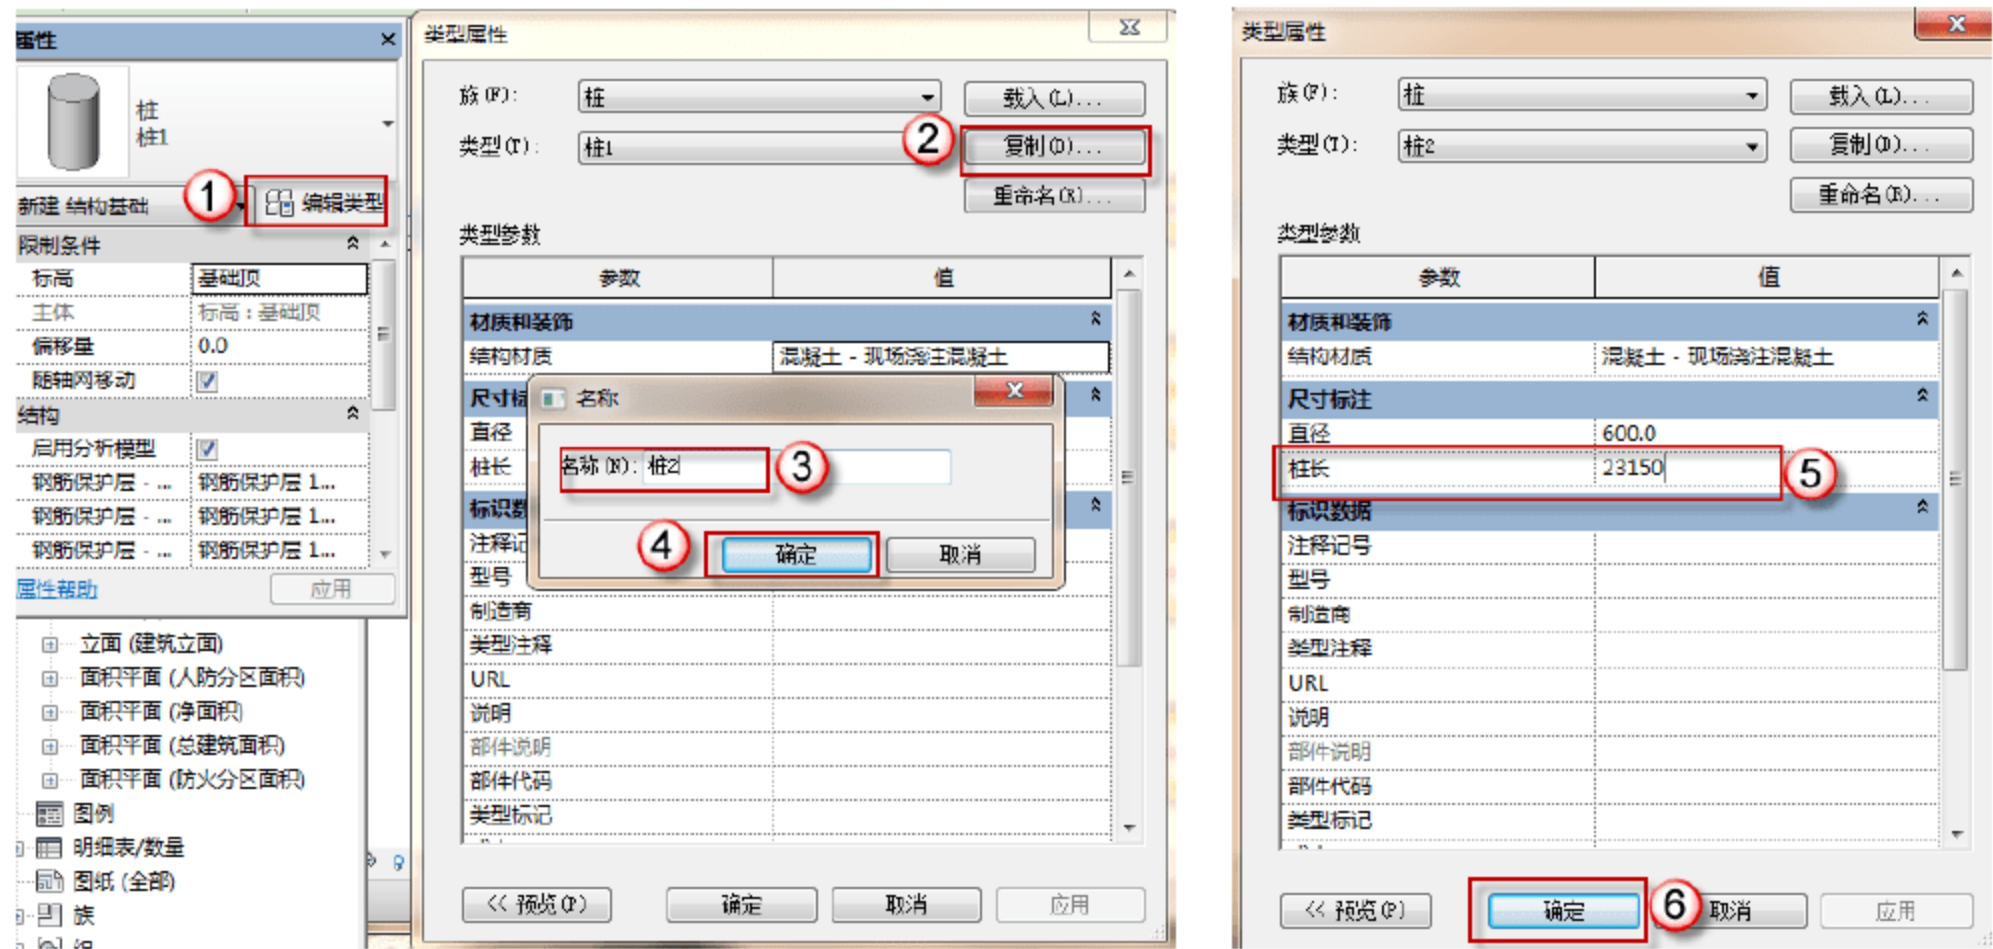

图 2.2.19 编辑桩族（5~11 轴）
(3) 编辑桩族（5~11 轴）。选择“结构”→“独立”命令，在“属性”面板中单击“编辑类型”按钮，在弹出的“类型属性”对话框中，单击“复制”按钮，在弹出的“名称”对话框中输入“桩 2”，单击“确定”按钮。同时，在“桩长”后输入数值 23150，单击“确定”按钮，如图 2.2.19 所示。